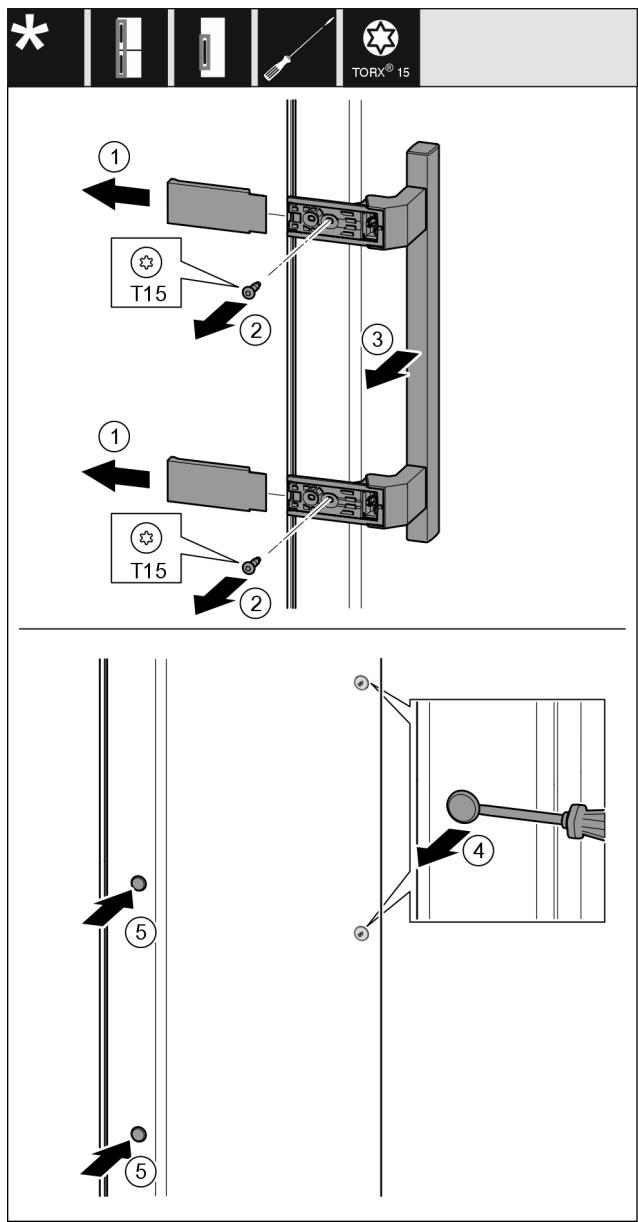

Fig. 29
- Abdeckung Fig. 29 (1) abziehen.
- Schrauben Fig. 29 (2) mit Schraubendreher herausdrehen.
- Griff Fig. 29 (3) abnehmen.
- Seitlichen Stopfen Fig. 29 (4) vorsichtig mit einem Schlitzschraubendreher anheben und herausziehen.
- Stopfen Fig. 29 (5) auf der anderen Seite wieder einsetzen.